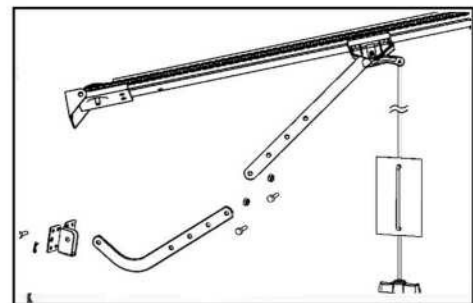

Fig.22
4. Sujete el Brazo "L" al Soporte del Portón con Tornillos y Tuercas. Fije un Extremo del Brazo Recto al Carro del Riel y el otro Extremo al Brazo "L" y Compruebe que el Brazo del Portón se Mueve Libremente. (Fig.22).